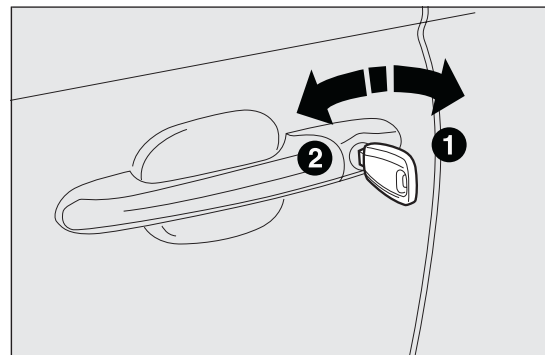

РИС. 48
**Открытие снаружи (дверь со стороны водителя):** повернуть ключ в положение 1 РИС. 48 и потянуть за ручку.